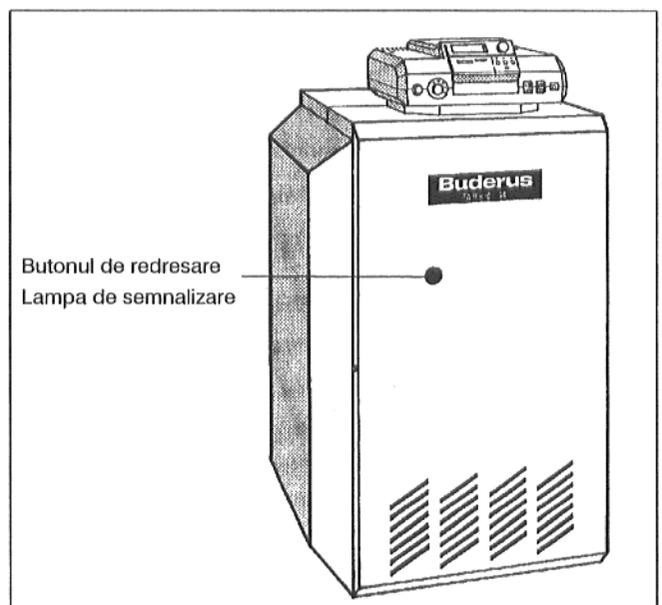

Fig. 3: Butonul de redresare
- Se apasă butonul de redresare (Fig. 3) în cazul în care se aprinde lampa de semnalizare de pe acesta.